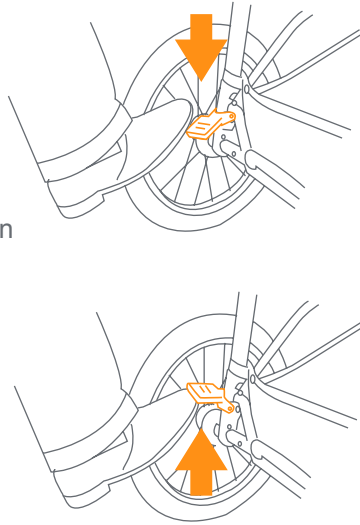

Fig. 17
- 17) • To engage brakes, apply light downward pressure to the brake lever located on each rear wheel. The stroller may require slight forward or rearward movement in order to line up the teeth on the brake with each wheel brake cluster (Fig. 17).
- Para aplicar los frenos, ejerza una ligera presión hacia abajo a la palanca del freno situada en cada rueda trasera. El carrito podría requerir un leve movimiento hacia delante o hacia atrás para alinear los dientes del freno con el piñón del freno de cada rueda (Fig. 17).